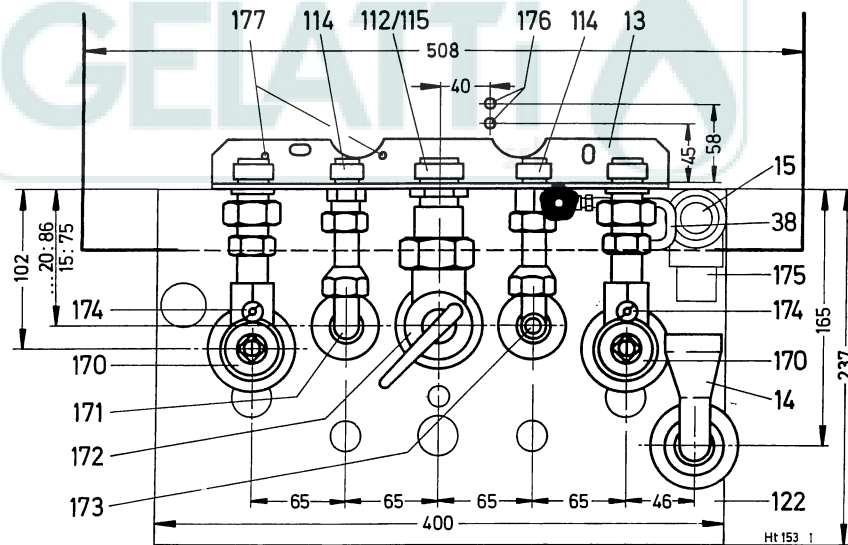

Fig. 6
Per un'ordinata e precisa installazione delle varie tubazioni e degli accessori, sia con pareti intonacate che con piastrelle. L'uscita dei raccordi terminali delle tubazioni si può determinare usando l'apposita dima di premontaggio (fig. 6, pos. 122), nr d'ordine ZFN 691/1.
Si consiglia innanzi tutto di praticare un foro nella parete per l'inserimento del doppio condotto (v. fig. 6 a pag. 13). Per determinare la posizione del foro per il condotto e il fissaggio della cassetta, si fissi la dima di premontaggio ai fori (177) previsti sulla piastra di allacciamento.